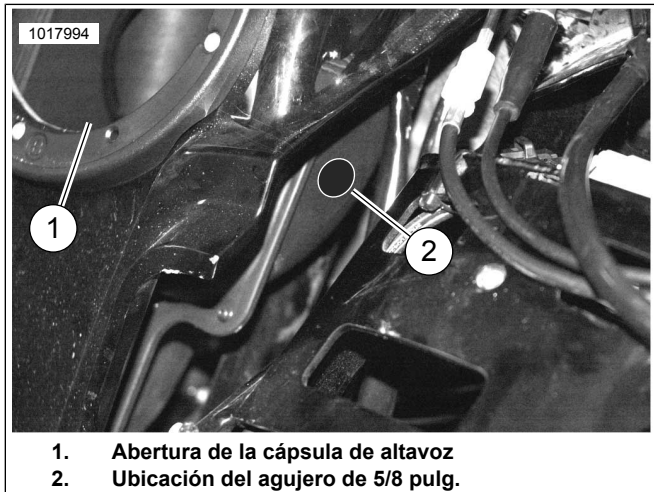

Figura 26. Perfore la ubicación del agujero de 5/8 pulg.
Consulte la Figura 26. Desde adentro de la abertura de la cápsula de altavoz (1), haga un agujero de 16 mm (5/8 pulg.) (2) en el área general de la superficie plana.